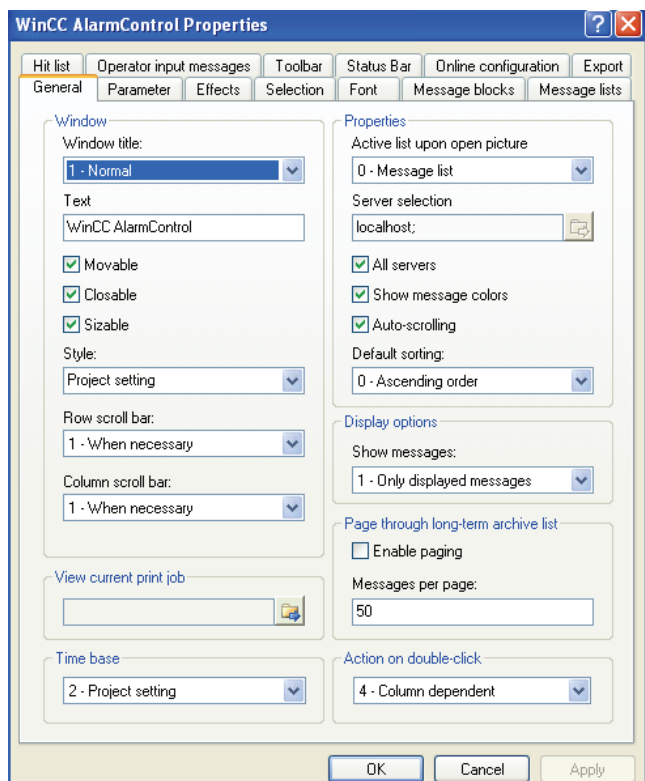

图 8-22 WinCC 报警控件属性
2) 在“General”选项卡中，组态报警控件的基本属性，如图 8-22 所示。
- ① 消息窗口属性。
- ② 控件的常规属性。
- ③ 控件的时间基准。
- ④ 消息记录在表格中默认的排列顺序。
- ⑤ 长期归档列表的属性。
- ⑥ 消息行中要通过双击触发的操作。